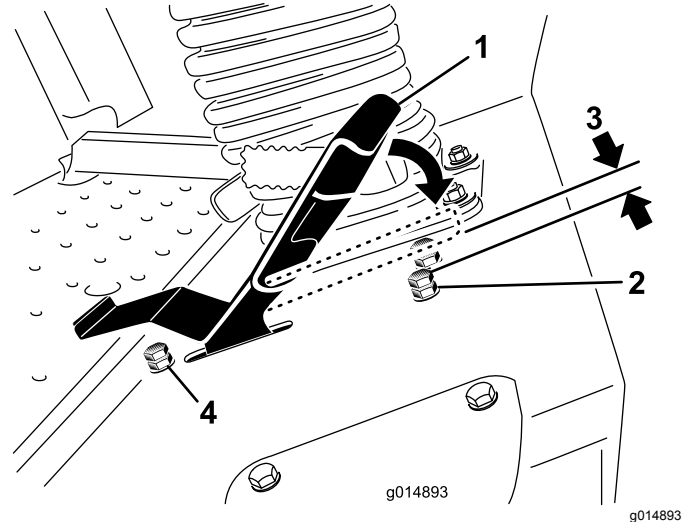

Figura 66
3. Afloje la contratuerca del perno de tope del pedal de tracción (Figura 66).